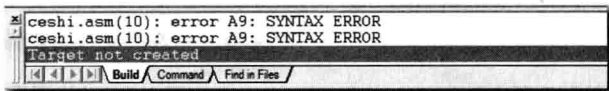

图 1.12 错误提示信息
(5) 编译和调试。当编写完程序且检查无误后，可以用  按钮编译程序，如果 Build 信息栏提示有 error，如图 1.12 所示，说明程序存在错误，可以双击该 error 提示行，定位到程序中进行修改。